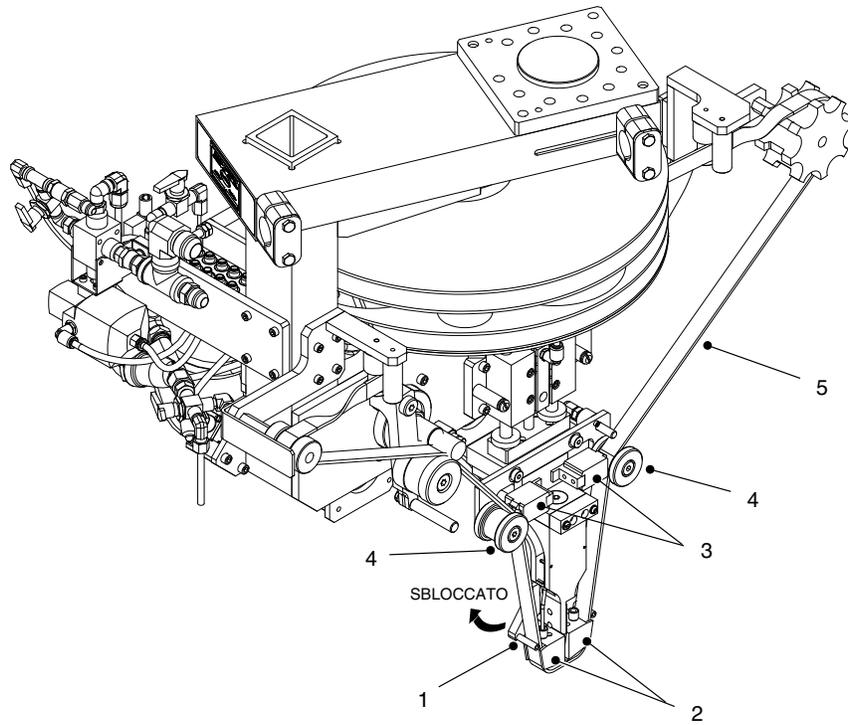
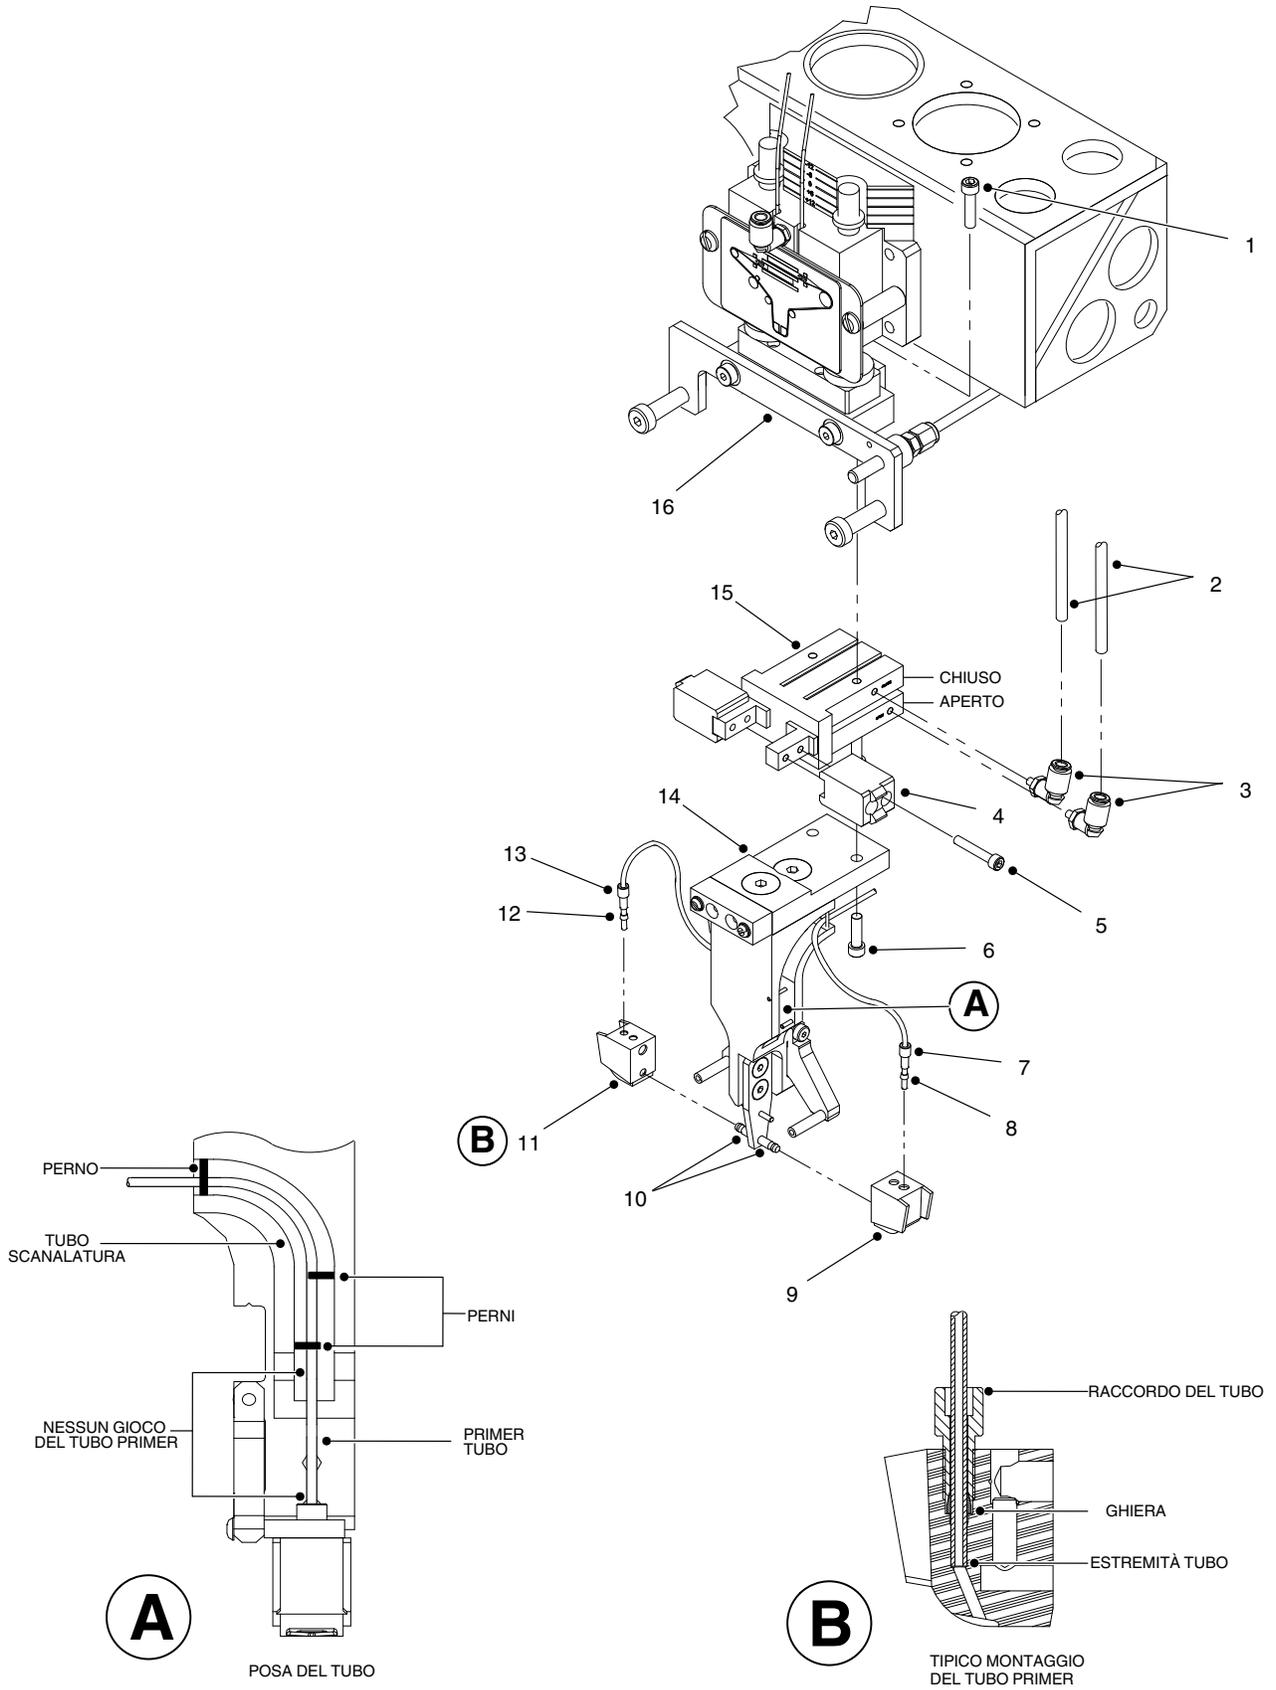
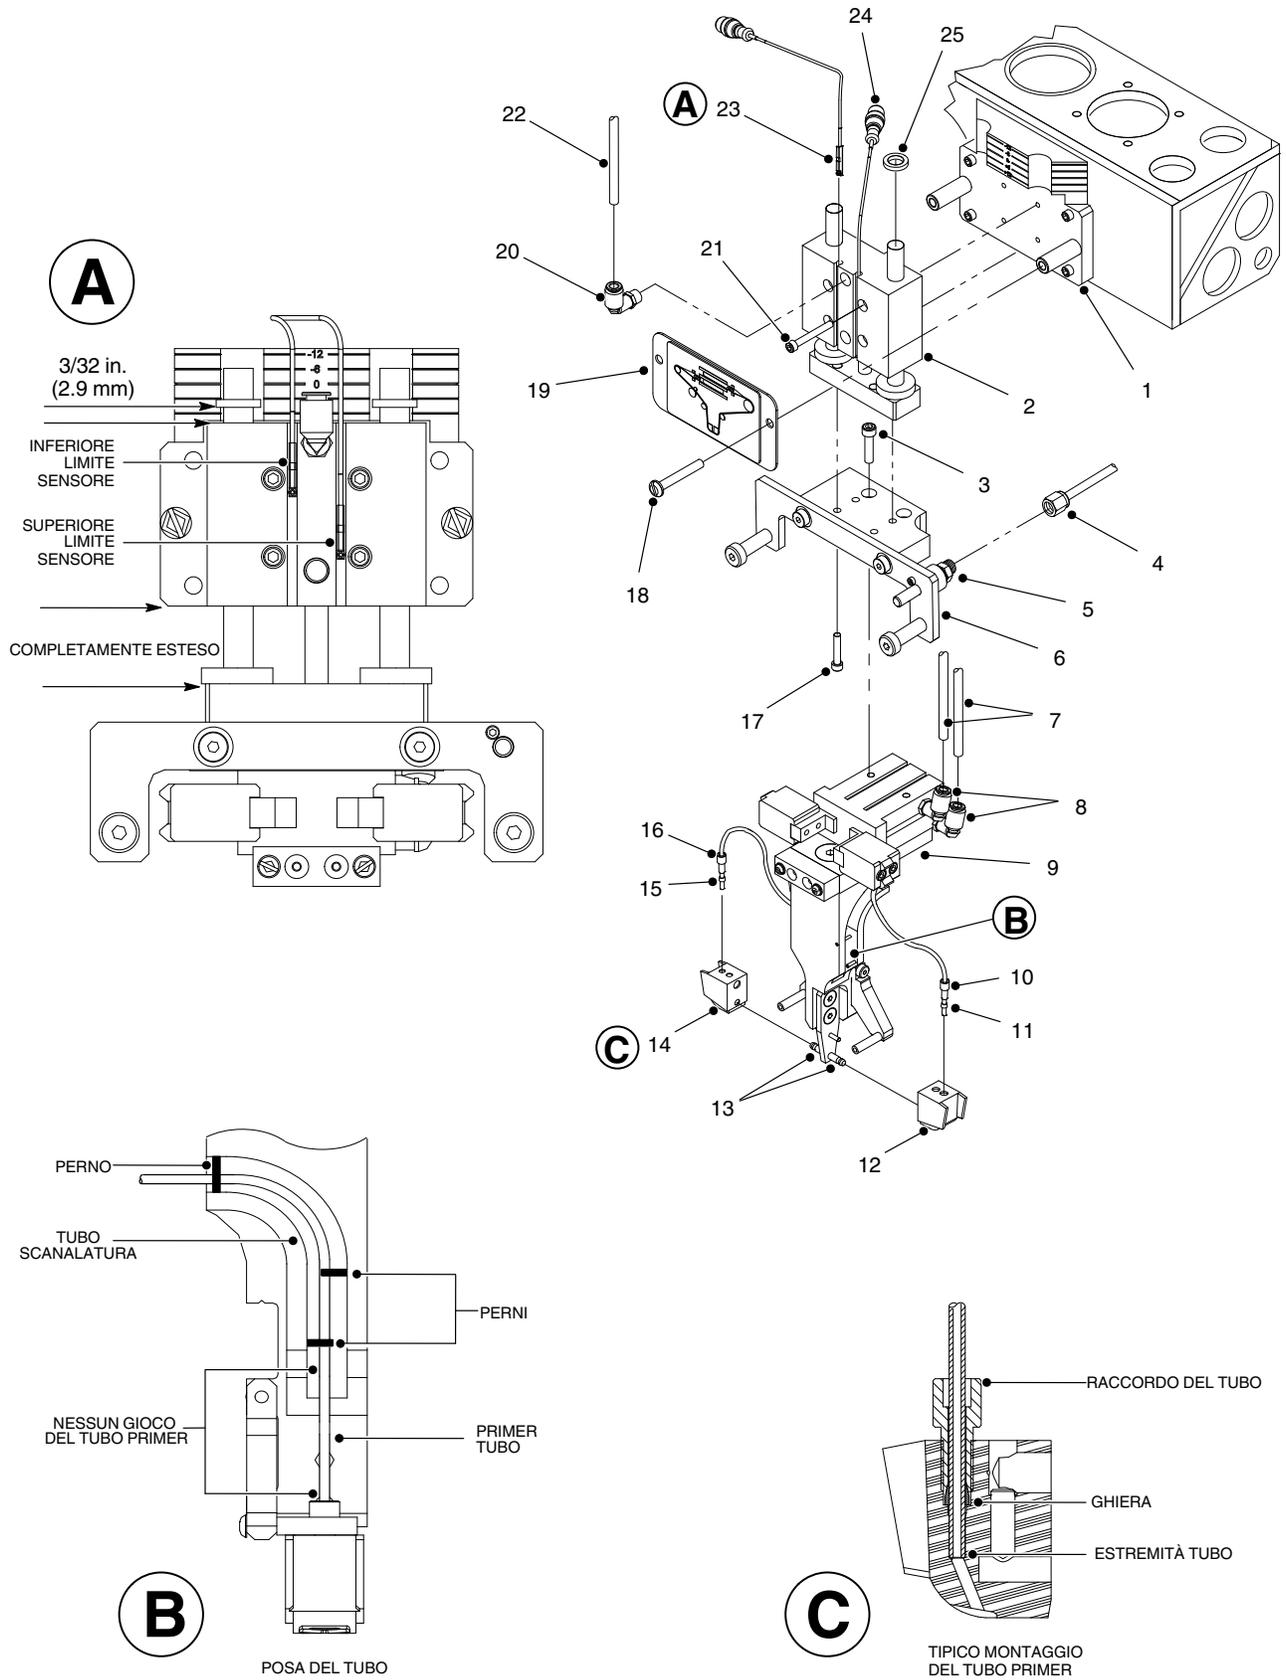

Figura 11 Allentamento dei blocchi pinze
Figura 12 Pinza
Figura 13 Gruppo slitta
1. Vedi figura 11. Dal controller sganciare i blocchi pinze (3) dal feltro (5).
3. Muovere il blocco feltro (1) in posizione alta. Togliere il feltro (5) dai blocchi di sfregamento (2) e dai rulli (4).
4. Vedi figura 12. Togliere i blocchi di sfregamento (9, 11) dalla staffa della testa di erogazione (14).
5. Rimuovere i raccordi del tubo di primer nero (7) e pulito (12) dai blocchi di sfregamento (9, 11).
6. Contrassegnare e scollegare il tubo (2) dai raccordi (3). Togliere i raccordi dalla pinza (15).
7. Togliere le viti (6) che fissano la staffa della testa di erogazione (14) alla pinza (15).
8. Togliere le viti (1) che fissano la pinza (14) alla staffa della slitta (16).
9. Togliere le viti (5) che fissano le pinze del feltro (4) alla pinza (15).
1. Vedi figura 12. Applicare Loctite 242 sui filetti delle viti (5). Montare le pinze del feltro (4) alla pinza (15) usando le viti. Stringere le viti a 11 ± 1 in.-lb (1.25 ± 0.1 N•m).
2. Applicare Loctite 242 sui filetti delle viti (1). Montare la pinza (15) sulla staffa della slitta (16) usando le viti. Serrare le viti a 48 ± 5 in.-lb (5.4 ± 0.6 N•m).
3. Applicare Loctite 242 sui filetti delle viti (6). Montare la staffa della testa di erogazione (14) alla pinza (15) usando le viti. Stringere le viti a 48 ± 5 in.-lb (5.4 ± 0.6 N•m).
4. Montare i raccordi (3) sulla pinza (15). Collegare i tubi (2) ai raccordi. Assicurarsi che il tubo sia collegato al raccordo corretto.
5. Applicare gelatina di petrolio grezzo ai perni (10), alle ghiere (8,12) e ai filetti dei raccordi del tubo (7, 13).
6. Montare i tubi di primer nero (7) e pulito (13) nei blocchi di sfregamento(9, 11), come illustrato. Accertarsi che tutte le estremità del tubo tocchino il fondo. Stringere con le dita i raccordi dei tubi, senza però stringere troppo.
7. Montare i blocchi di sfregamento (9, 11) sulla staffa della testa di erogazione (14).
9. Vedi figura 11. Montare il feltro (5) attorno ai blocchi di sfregamento (2) e ai rulli (4). Muovere il blocco feltro (1) in posizione bloccata.
4. Vedi figura 13. Togliere i blocchi di sfregamento (12, 14) dal gruppo staffa della testa di erogazione (9).
5. Rimuovere i raccordi del tubo di primer nero (10) e pulito (16) dai blocchi di sfregamento (12, 14).
6. Scollegare i tubi (7) dai raccordi (8).
7. Togliere le viti (18) che fissano la copertura (19) alla slitta (2).
8. Sbloccare i sensori limite superiore (23) e inferiore (24). Rimuovere i sensori dalla slitta (2).
9. Scollegare i tubi (22) dai raccordi (20).
10. Scollegare il raccordo (4) dall'ugello del solvente (5).
11. Togliere le viti (3) che fissano il gruppo staffa della testa di erogazione (9) alla staffa della slitta (6).
12. Togliere le viti (17) che fissano la staffa della slitta (6) alla slitta (2).
13. Togliere le viti (21) che fissano la slitta (2) alla scala della testa adattiva (1).
14. Rimuovere gli anelli (25) dalla slitta (2).
1. Vedi figura 13. Assicurarsi che la slitta (2) sia completamente estesa. Montare gli anelli (25) sulla slitta. Posizionare gli anelli ad una distanza di $\frac{3}{32}$ in. (2,3 mm) dalla cima della slitta aria.
2. e raccordo (20) sulla slitta (2). Stringere saldamente il raccordo.
3. Applicare Loctite 242 sui filetti delle viti (21). Montare la slitta (2) sulla scala della testa adattiva (1) usando le viti. Stringere le viti a 23 ± 2 in.-lb (2.5 ± 0.2 N•m).